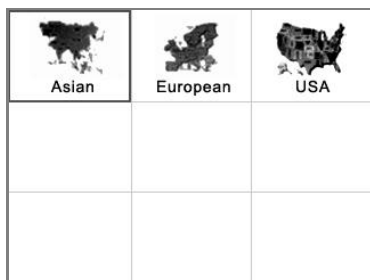

Figura 6.1
4. Seleccione la cobertura regional de un fabricante del vehículo específico. (Figura 6.1)